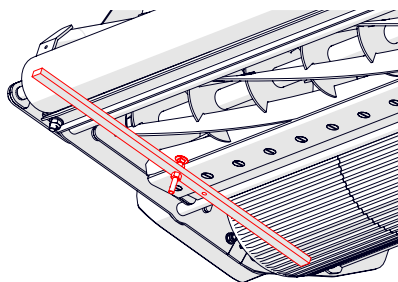

Fig. 9F - Repetir el proceso en el otro lado
8. Repita el paso 7 para la ajustar la segunda posición en el otro lado del casete (Fig. 9F).